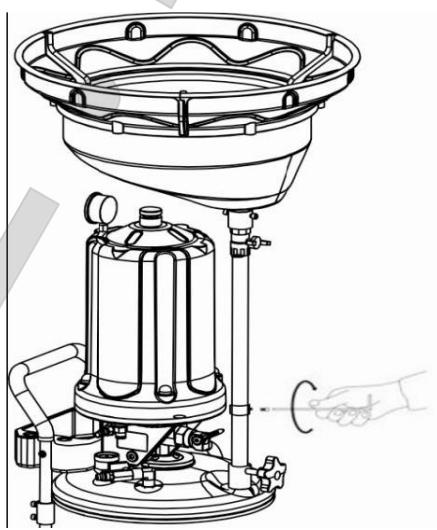

РИС. 2
- c) РИС. 2 Развернув манометр в сторону опорной рукояти, подсоедините цилиндр к основанию емкости для масла, и когда цилиндр будет размещен надлежащим образом, закрепите его винтами. Поднимите маслосборник над цилиндром на высоту 1 см во время установки цилиндра. Зафиксируйте подъемную стойку для предотвращения трения частей друг о друга.